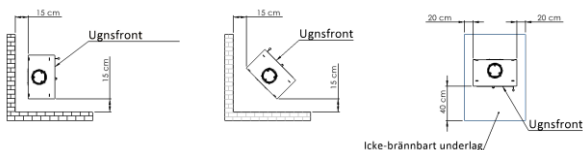

Fig.3. Säkra avstånd mellan kaminen och obrännbara delar.
- Kaminen ska placeras på ett icke brandfarligt underlag som sticker ut utanför kaminen med min. 0,4 m. mätt från spisens framsida och min. 0,2 m. mätt från sidorna och baksidan av ugnen (se fig. 3),
- det rekommenderade avståndet från ICKE BRANDFARLIGA delar är inte mindre än 15 cm (fig. 3)